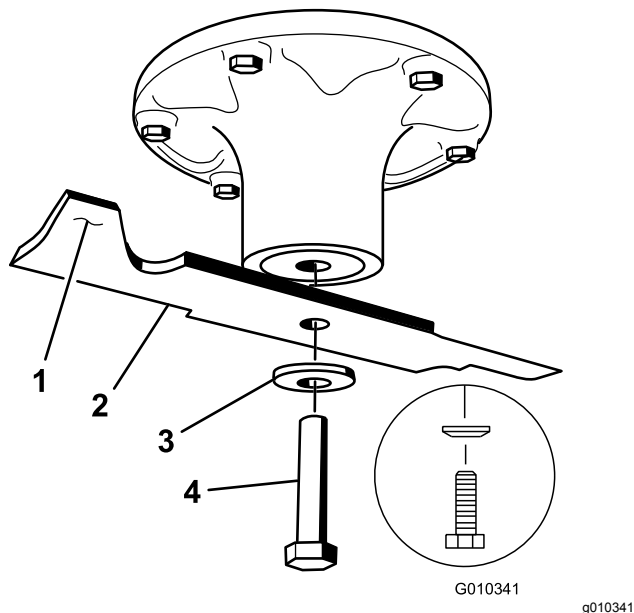

Figure 79
2. Enlevez de l'axe, le boulon, la rondelle bombée et la lame (Figure 79).